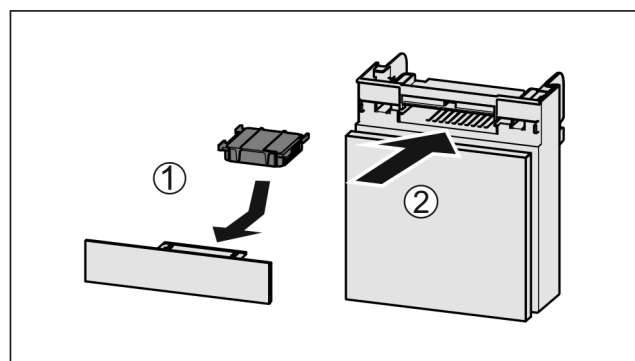

Fig. 103
- ▶ Introduceți Fig. 103 (1) filtrul de cărbune activ după cum se vede în figură.
- ▶ Împingeți Fig. 103 (2) compartimentul în interior.